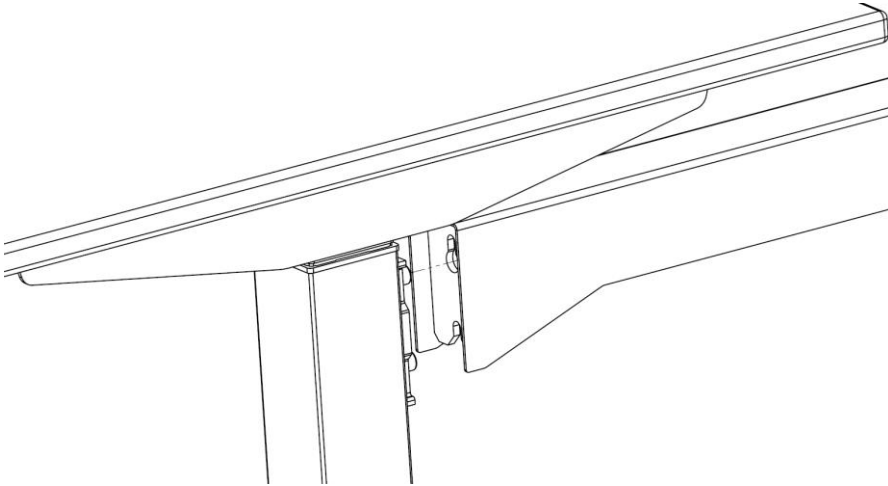

Abbildung 29 Position Innensechskantschraube zu Verbinder Bench
- ➔ Stecken Sie die Verbinder Bench über die vormontierten Innensechskantschrauben. Die obere der beiden Innensechskantschrauben gibt Ihnen hier die Position des Verbinders vor – siehe Abbildung 29 und 30.